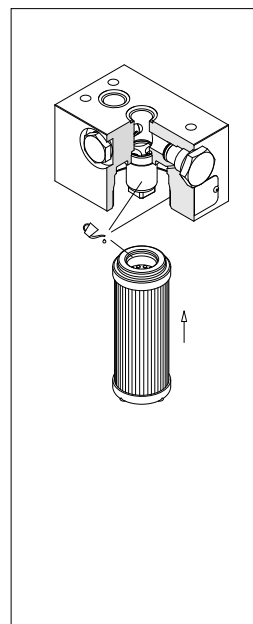

fig. 20
- (Fig. 20) Lubrificare con il fluido di lavoro l'O-ring dell'elemento filtrante, il codolo e la sede della testata, quindi calzare l'elemento filtrante sul codolo. Prestare attenzione a non danneggiare la guarnizione O-ring